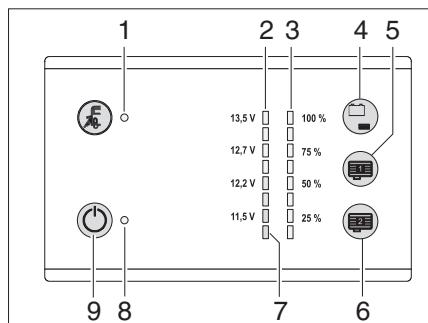

Fig. 91 Panel LT 101 / LT 102
El nivel de llenado del depósito de agua se puede consultar con la tecla táctil (Fig. 91,4).
- Tocar la tecla táctil (Fig. 91,4): El nivel de llenado del depósito de agua se visualiza en cuatro niveles con los LEDs (Fig. 91,3) (25 % a 100 %).
El LED de advertencia rojo (Fig. 91,7) parpadea en cuanto la tensión de la batería del habitáculo es solamente 11 V (medida en funcionamiento) y con ello la descarga total inminente.
Con la tecla táctil (Fig. 91,4) se puede consultar el estado de carga de la batería del habitáculo.
- Tocar la tecla táctil (Fig. 91,4): Se muestra el estado de carga de la batería del habitáculo.
El interruptor principal de 12 V (Fig. 91,9) conecta y desconecta el panel y la alimentación de 12 V del habitáculo.
- Tocar la tecla táctil (Fig. 91,9): La alimentación de 12 V del habitáculo está conectada. La luz de control (Fig. 91,8) se enciende de color verde.
- Tocar la tecla táctil (Fig. 91,9) de nuevo: La alimentación de 12 V del habitáculo está desconectada. Se apaga la luz de control de 12 V (Fig. 91,8).
- ▷ Si el LED de advertencia de descarga total (Fig. 91,9) parpadea, la alimentación no puede ser conectada, ya que la tensión de la batería es demasiado baja.